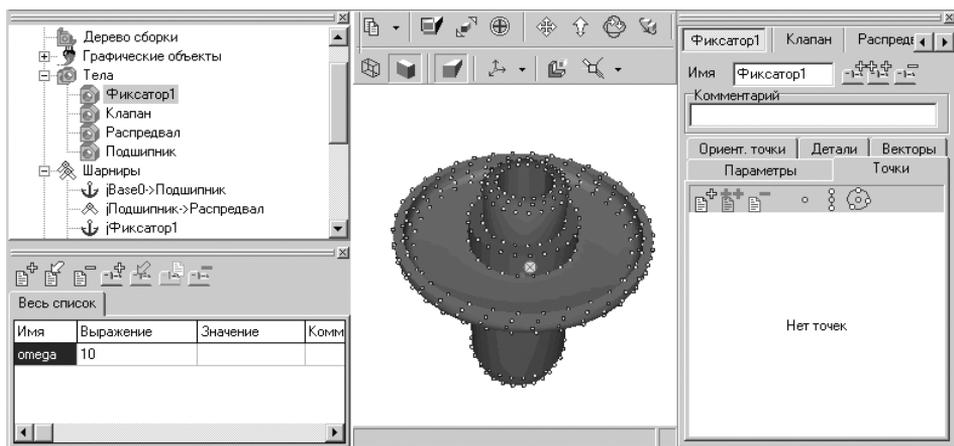

Рис. 2.30. Возможное позиционирование тела **Фиксатор1** в **Анимационном** окне
- позиционируйте образ тела с помощью кнопок на панели инструментов в окне так, чтобы легко можно было выбрать вершину графического образа (ГО), лежащую в плоскости опирания пружины. Это может выглядеть так, как показано на рис. 2.30;